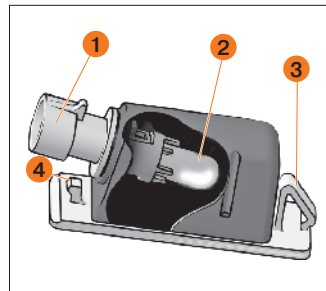

Рис. 87. Фонарь освещения номерного знака
Для замены лампы в **фаре освещения номерного знака** снимите его с автомобиля. В посадочном гнезде фонарь удерживается пружинной защелкой **3** и фиксатором **4** (рис. 87).
- воздействуя с левой стороны фонаря, например, лезвием ключа выключателя зажигания, аккуратно сдвиньте его вправо и выведите фиксатор **4** из зацепления (рис. 87);
- воздействуя на пружинную защелку **3** с правой стороны фонаря лезвием ключа, аккуратно сдвиньте его влево и выведите фонарь из посадочного места (рис. 87);
- повернув патрон **1** (рис. 87) против часовой стрелки, выньте его в сборе с лампой из корпуса фонаря и извлеките лампу **2** (рис. 87), потянув ее на себя.